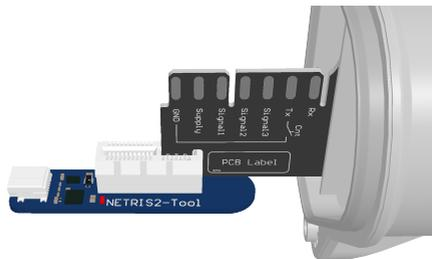

Abbildung 6: *NETRIS®2* mit angeschlossenem Tool
Der Stecker auf dem *NETRIS®2-Tool* ist unterteilt in einen kürzeren und einen längeren Steckplatz. Verwenden Sie den kurzen Steckplatz für den Anschluss an *NETRIS®2* (lassen Sie den längeren Steckplatz unbenutzt), gemäss Abbildung 6. *NETRIS®2* ist stromunabhängig und seine Batterie muss angeschlossen sein (Batteriestecker ) , um mit dem *NETRIS®2-Tool* verwendet werden zu können.
4. Schließen Sie das *NETRIS®2-Tool* wie auf Abbildung 6 an *NETRIS®2* an
3. Schließen Sie das *NETRIS*[®]2-Tool wie auf Abbildung 6 an *NETRIS*[®]2 an